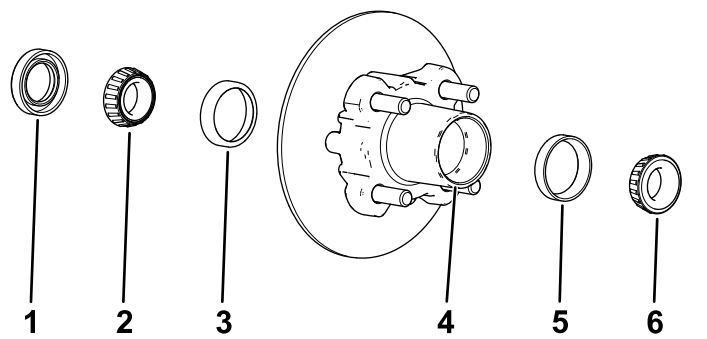

图 32
1. 从轮毂上拆下外置轴承和轴承座圈图 32。
2. 从轮毂上拆下密封件和内置轴承图 32。
5. 清除轮毂轴承腔内的所有润滑脂、污垢或碎屑图 32
7. 向轮毂轴承腔注入 5080% 的指定润滑脂图 32。
8. 将内置轴承装入轮毂内侧的座圈上并装上密封件图 32。